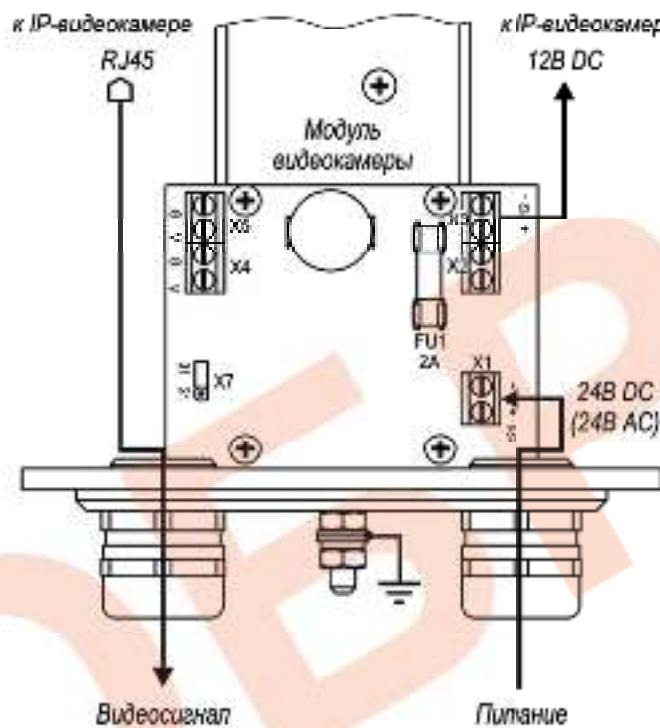

Рис.2 Схема подключения IP-видеокамеры
4. При необходимости изменить мощность обогрева, выкрутить 6 винтов крепления задней крышки гермобокса, вытащить модуль видеокамеры из корпуса и установить диммер X7 в нужное положение (рис.2). Установить модуль видеокамеры обратно в корпус. Закрутить 6 винтов крепления задней крышки с усилием 5±0,5Нм.
Предприятием изготовителем джампер X7 установлен в положение «31» - мощность обогрева 31 Вт, для изменения мощности на 21 Вт джампер X7 необходимо переставить в положение «21» (см. рис.2).